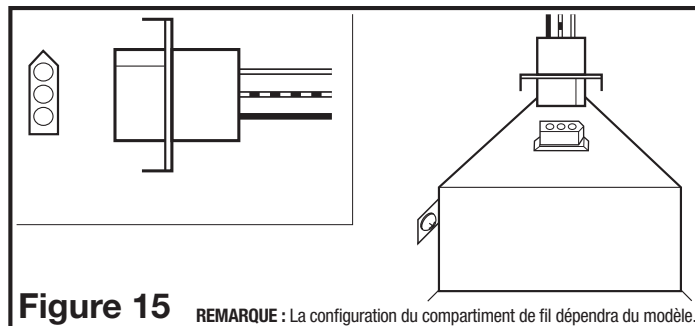

Figure 15
- Brancher le cordon à raccordement rapide dans le réceptacle. Ce cordon ne s'ajuste que d'une seule façon dans le réceptacle (**Figure 15**).
- Une fois en place, fixez le cadre de l'amortisseur de plafond au boîtier du ventilateur à l'aide de deux des vis n° 8 x 1 po fournies. Enfoncez avec précaution les vis dans les deux fentes oblongues du cadre de l'amortisseur du plafond, dans les lances de fixation de chaque côté du boîtier du ventilateur. Complétez cette étape lentement car vous ne voulez pas endommager les lances sur le boîtier (**Figure 15**).